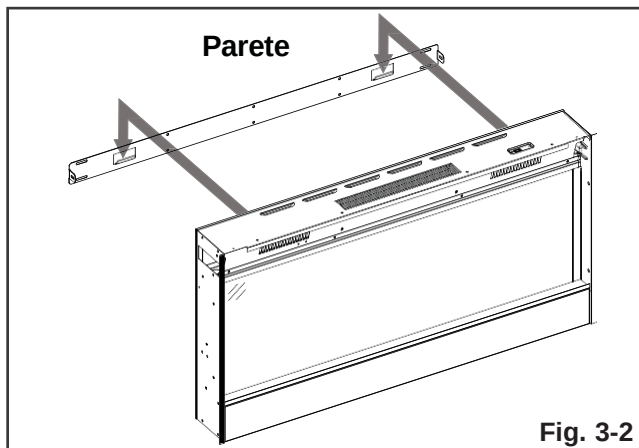

Fig. 3-2
- F. Dopo aver installato i supporti per montaggio a muro, l'apparecchio deve essere sollevato da due persone per inserire due ganci del supporto in due sedi sul retro dell'apparecchio (**Fig. 3-2**).